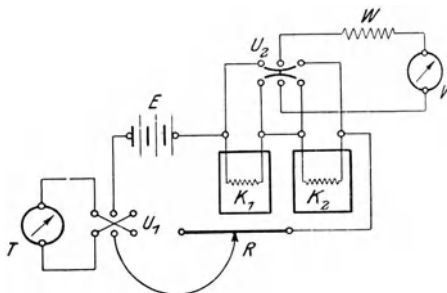

Fig. 164.
**Anleitung.** a) Schalte wie in Aufgabe 15, verbinde den Spannungsmesser und, falls er einen zu geringen Widerstand hat, den Widerstand  $W$  von 1000 Ohm und die beiden Kalorimeter wie in der Fig. 164 mit der Wippe  $U_2$ .